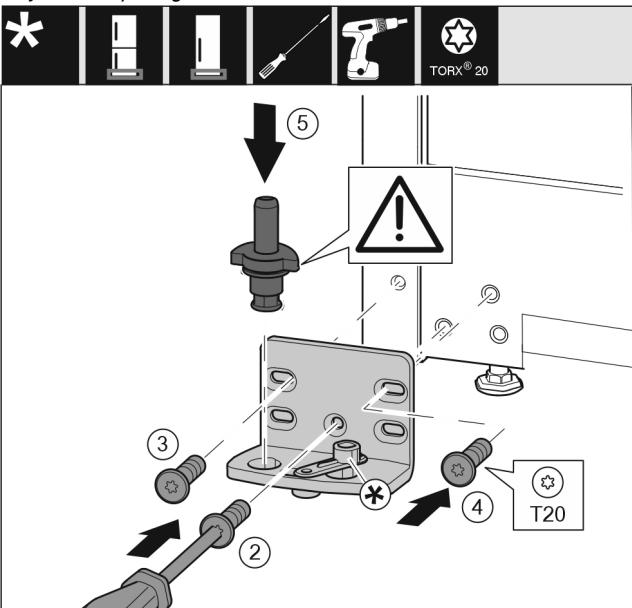

Fig. 16
- ▶ Nasaděte stojan ložiska na druhé straně a přišroubujte pomocí šroubováku T20. Začněte šroubem 2 dole uprostřed. Fig. 16 (2)
- ▶ Pevně utáhněte šroub 3 a 4. Fig. 16 (3,4)
- ▶ Zcela vložte ložiskový čep. Přitom dávejte pozor, aby zajišťovací vačka směrovala dozadu. Fig. 16 (5)